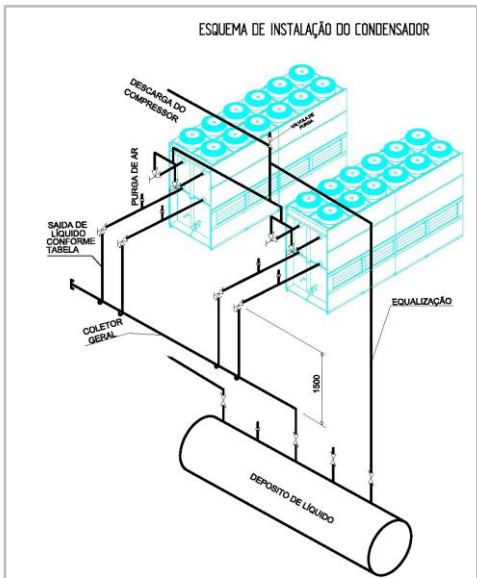

Figura 6: Esquema de instalação dos condensadores evaporativos com sifão para equalização da perda de carga.
- A figura 6 abaixo apresenta instruções detalhadas da movimentação e montagem dos módulos inferior e superior.